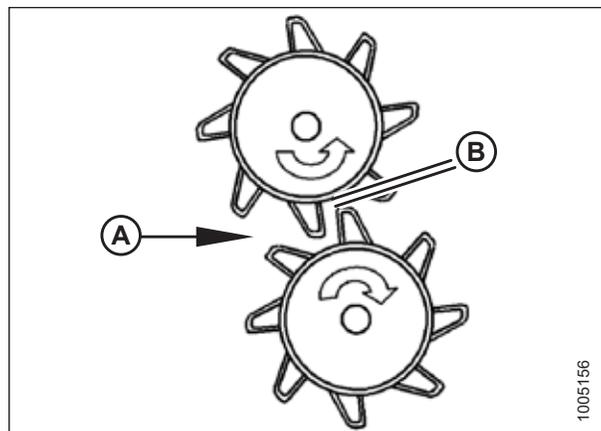

Рисунок 3.69: Зазор вальцов
- См. рис. 3.69, *страница 51*: Убедитесь, что зазор вальцов (B) составляет 20 мм (3/4 дюйма).